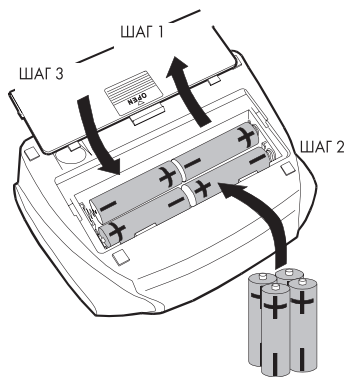

Рис. 3.
- Вставьте элементы питания, соблюдая полярность (см. Рис. 3).